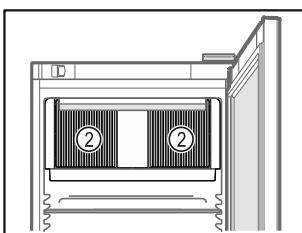

Fig. 60
- ❑ Тримати відкритою вентиляційну щілину Fig. 60 (2) вентилятора циркуляційного повітря у внутрішній камері.